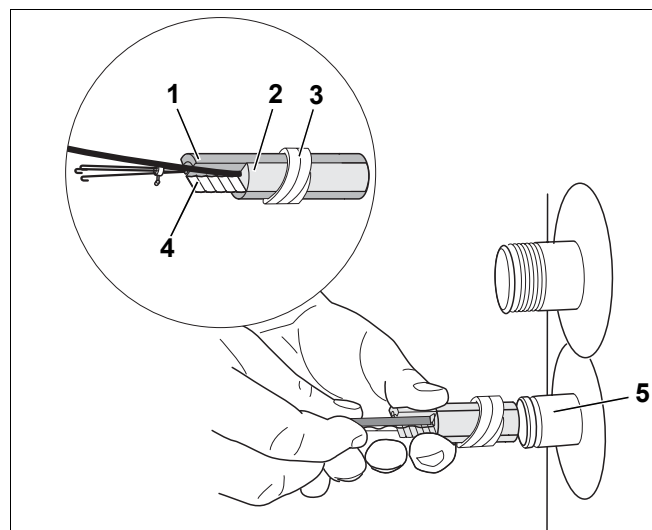

Рис. 7 Монтаж датчика температуры емкостного водонагревателя
- Комплект с датчиком (рис. 7, **поз. 1 – 4**) вставить до упора в приварную гильзу (рис. 7, **поз. 5**). При этом пластмассовая спираль (рис. 7, **поз. 3**), прижимающая датчик, автоматически сдвигается назад.
Компенсационная пружина (рис. 7, **поз. 4**) создает контакт между гильзой и поверхностью датчика, что обеспечивает надежную передачу температуры.